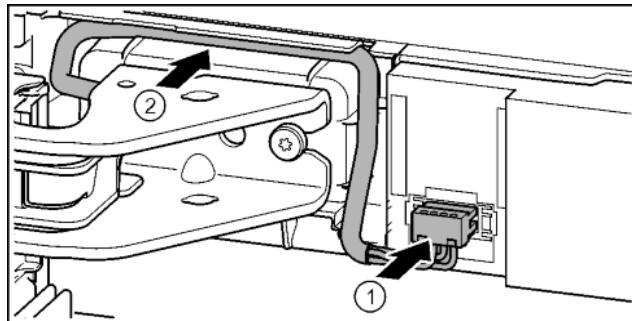

Fig. 36
- ▶ Зафіксуйте штекер над верхнім опорним кронштейном та обережно покладіть жили кабелю в канал. Fig. 36 (1)
- ▶ Обережно розташуйте сірий кабель в направляючій над верхнім опорним кронштейном. Fig. 36 (2)